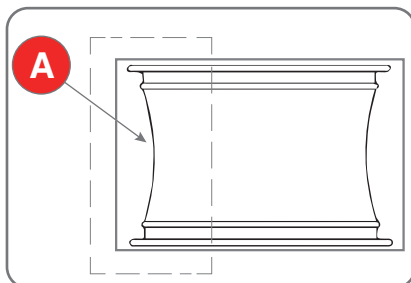

Fig. 6.3
Ruedas con llantas de aleación: algunas ruedas con llantas de aleación tienen un canal de la llanta (A) mínimo o no tienen ningún canal - (Fig.6.3). Estas llantas no están aprobadas por las normas del DOT (Department of Transportation - Departamento de Transportes). El acrónimo DOT certifica la conformidad de los neumáticos con las normas de seguridad adoptadas por Estados Unidos y Canadá (estas ruedas no pueden venderse en estos mercados).